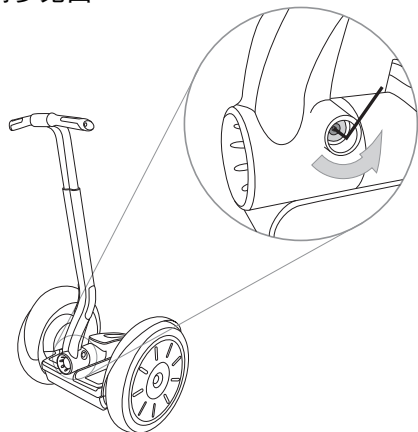

图 1. 松开固定倾斜操纵架的紧固件
1. 用 5mm 六角扳手卸下倾斜操纵架螺栓。请务必妥善保管此螺栓，因为以后还要使用。请参见图 1。